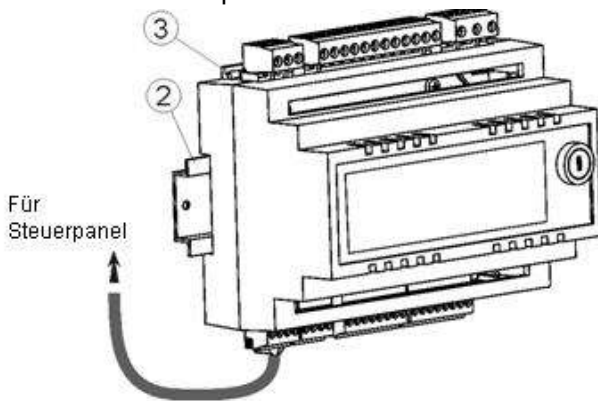

Abb. 30 Anbringen des Reglers auf die Schiene, wo: 1 - Ausführungsmodul, 2 - Schiene DIN TS35, 3 - Klemmen.
Das Ausführungsmodul ist zur Montage auf einer genormten Schiene DIN TS35 vorgesehen. Die Schiene muss auf einem festen Untergrund gut festgeschraubt werden. Vor dem Anbringen der Module auf der Schiene (1) müssen die Klemmen mit Hilfe eines Schraubenziehers angehoben werden (2) (siehe Abb. 30). Nach dem Anbringen auf der Schiene müssen die Klemmen in die ursprüngliche Position zurückgedrückt werden (2). Stellen Sie sicher, dass das Gerät gut festgeschraubt ist und es nicht möglich ist, es ohne die Benutzung von Werkzeug von der Schiene zu nehmen. Das Kabel (4) einstecken, das das Modul mit Steuerpanel verbindet.